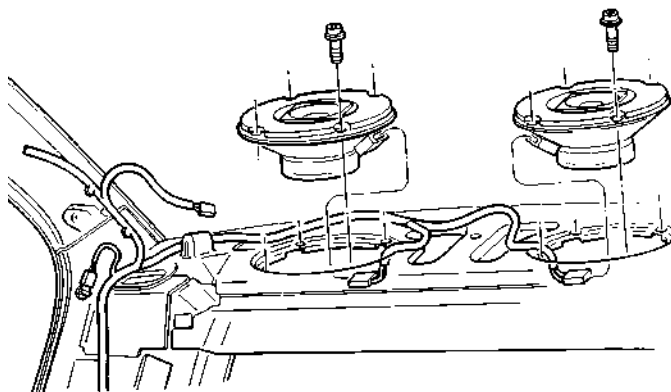

Fig. 10 Altavoces del anaquel trasero
- (4) Retire los cuatro tornillos de retención del altavoz (Fig. 10).
- (5) Retire el altavoz y desconecte el conector del cable.